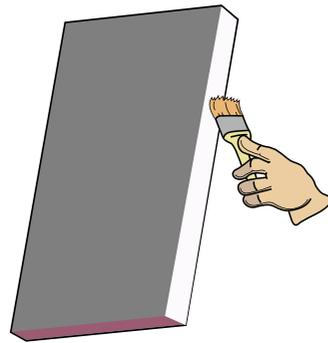

FIGURA 4
- 2) Limpiar con una brocha o trapo la superficie retirando cualquier indicio de polvo o grasa. (FIGURA 4)
- 3) Aplicar con una brocha Primer MASTERSEAL P173 de BASF o ARQUISEAL de CURACRETO, evitando escurrimientos y cuidando de no manchar el acabado. (FIGURA 4)